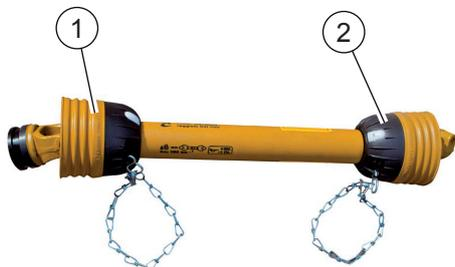

FIG. 11
- Protección del eje de transmisión lado tractor (1, "Fig. 11") y lado máquina (2) incluidas las cadenas de contención.